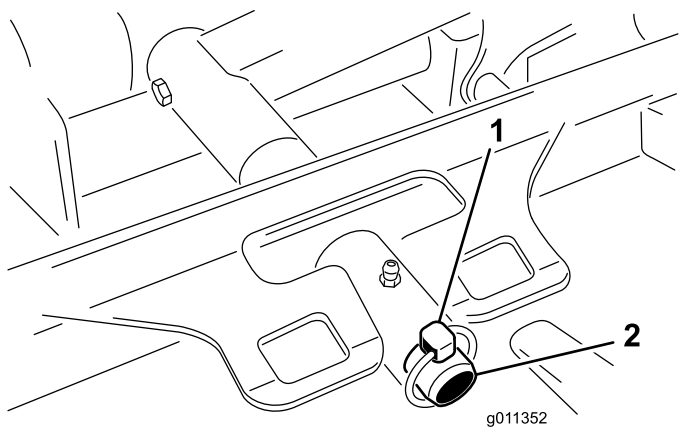

Figura 94
3. Retire el pasador de seguridad (para máquinas Groundsmaster 4500) o la tuerca de retención (para máquinas Groundsmaster 4700) que sujeta el bastidor de tiro de la unidad de corte a la barra de giro del brazo de elevación (Figura 94).
2. Deslice el bastidor de tiro de la unidad de corte sobre el pasador de giro del brazo de elevación (Figura 94). Sujete la unidad de corte al pasador con el pasador de seguridad (para máquinas Groundsmaster 4500) o la tuerca de retención (para máquinas Groundsmaster 4700).